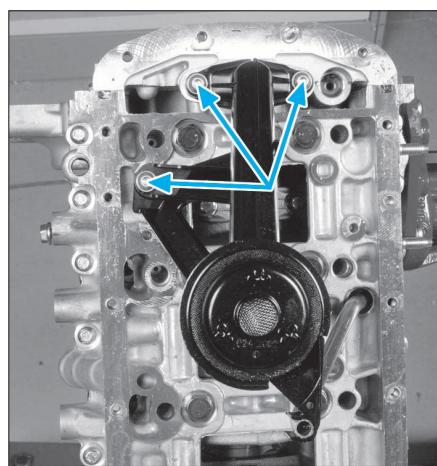

FIG. 35
- Déposer la crêpine (Fig.35).